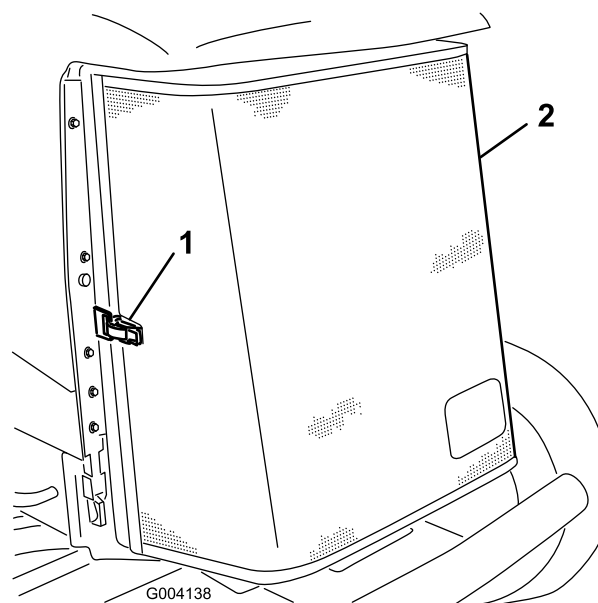

Figura 100
5. Desenganche la rejilla trasera y gírela para abrirla (Figura 100).